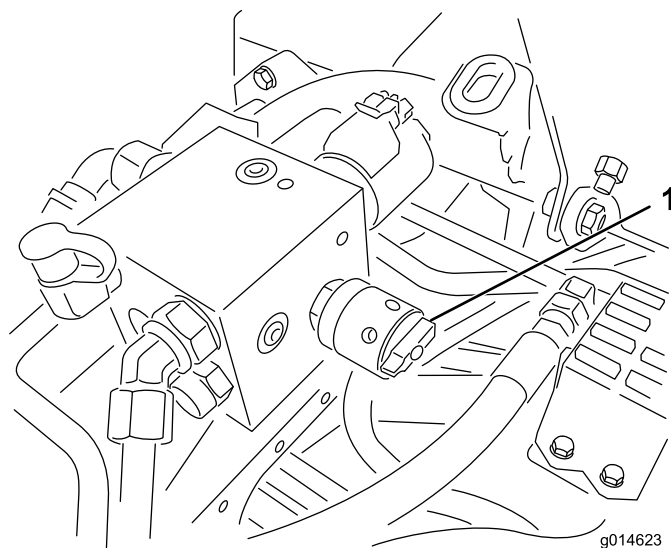

Bild 51
6. Drehen Sie den Spindeldrehzahlregler auf die Einstellung 1 (Bild 51).